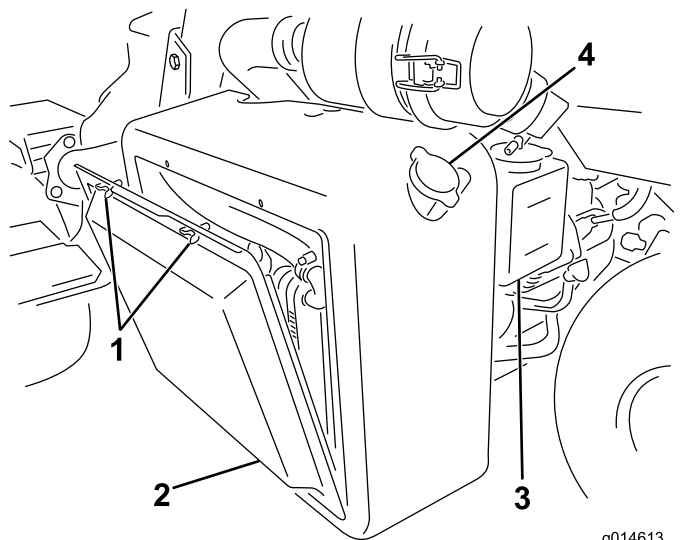
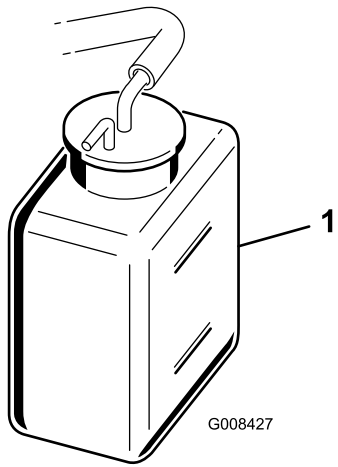

Figura 37
Figura 38
1. Retire la rejilla del radiador (Figura 37).
2. Compruebe el nivel de refrigerante (Figura 37 y Figura 38).